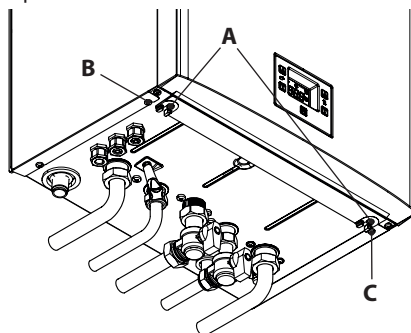
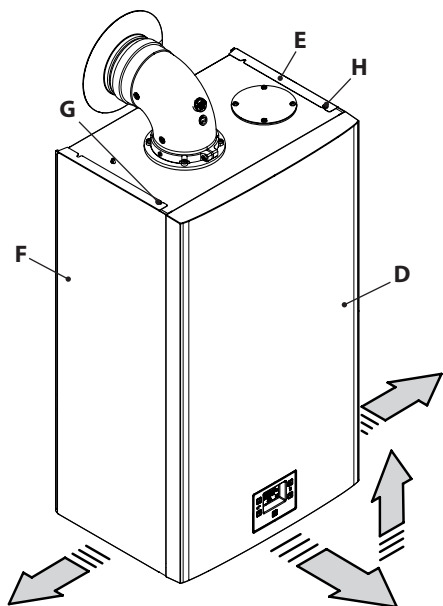

Figura 9.7
Figura 9.8
- Svitare le viti **A** e rimuovere il pannello frontale **D** tirandolo a sé e quindi spingendolo verso l'alto in modo da liberarlo dalle sedi superiori (Figura 9.7 e Figura 9.8).
Allentare le viti **B**, **C**, **G** e **H** in Figura 9.7 e togliere i due pannelli laterali **E** e **F** tirandoli verso l'esterno.